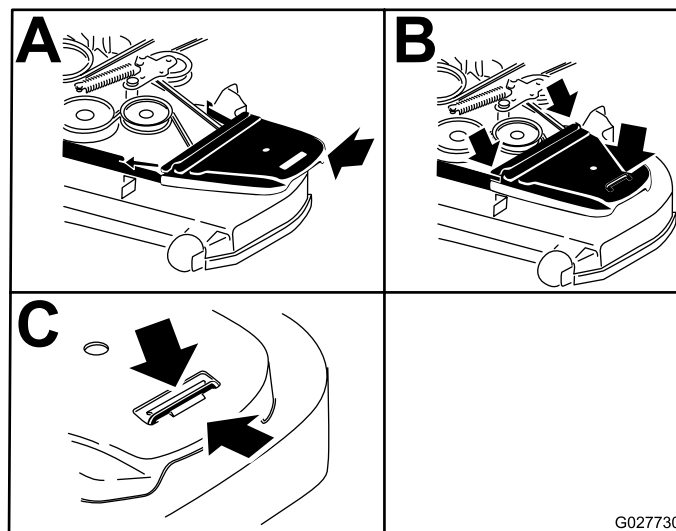

Figure 85
- Reposez les couvercles de courroies (Figure 85).
Vous pouvez ajuster l'écrou à embase pour obtenir la résistance voulue du levier de commande de déplacement quand vous l'amenez en position de VERROUILLAGE AU POINT MORT. Voir les options de réglage à la Figure 85.